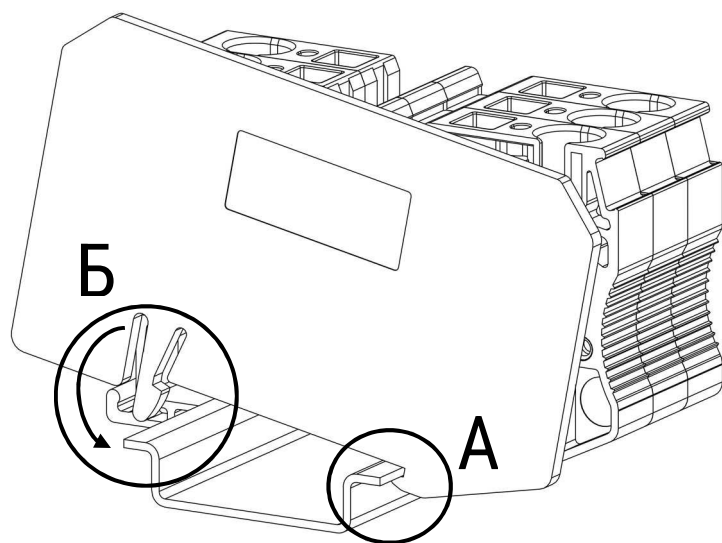

Рисунок 7 - установка разделительной пластины
- Заведите разделительную пластину в зацепление с монтажной рейкой (рис. 7, положение «А»);
- Защелкиванием закрепите разделительную пластину на монтажной рейке (рис. 7, положение «Б»).